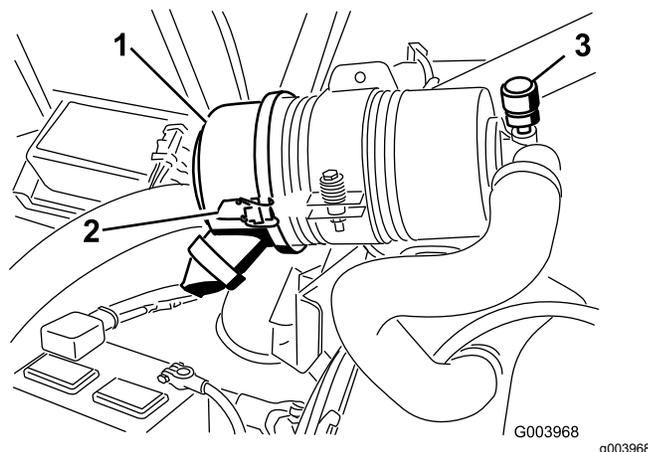

Рисунок 46
Обслуживание фильтра воздухоочистителя следует производить только после покраснения индикатора необходимости технического обслуживания (Рисунок 46). Замена воздушного фильтра без необходимости только повышает вероятность попадания грязи в двигатель при извлечении фильтра.
1. Отпустите защелки, фиксирующие крышку воздухоочистителя на его корпусе (Рисунок 46).